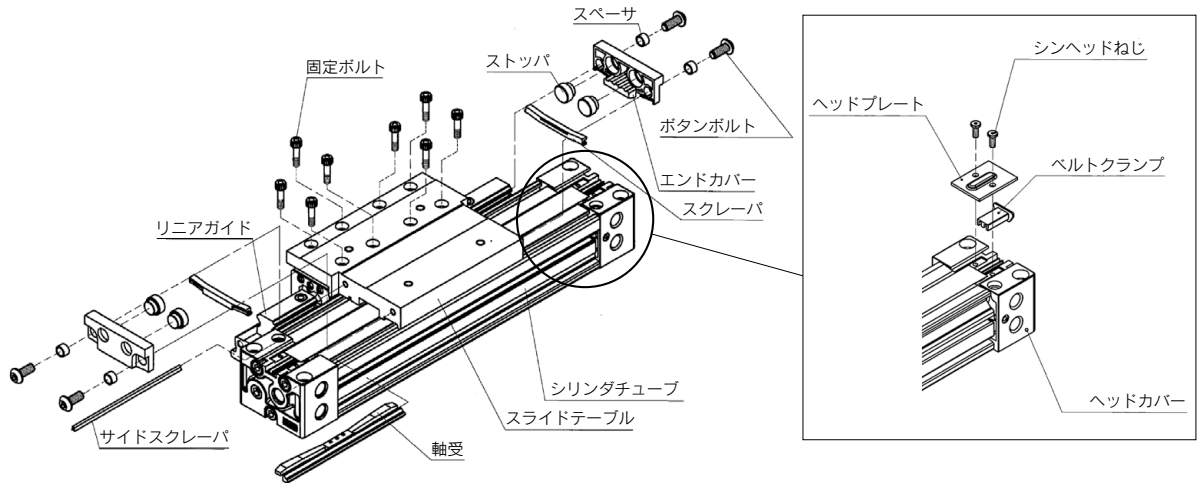

図1
- ヘッドカバー上面のシンヘッドねじ(片側2ヶ所、両側で計4ヶ所)を取外し、ヘッドプレートとベルトクランプを取外します。(図1参照)
- エンドカバー(移動子の両側)の固定用ボルトを外し、エンドカバーを取外します。(図1参照)